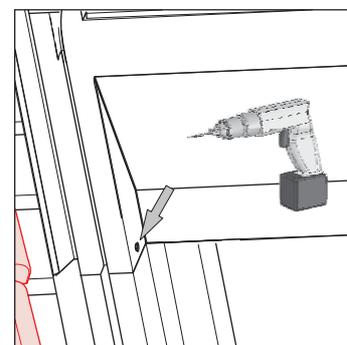

Fig. 3-56 Étape 15
15. Joindre la partie supérieure et la partie inférieure de la tole de couverture à l'endroit prévu à l'aide des vis autaraudeuses. Pour cela orienter toujours la pièce latérale vers la tole de couverture supérieure et minimiser l'écartement (fig. 3-56).